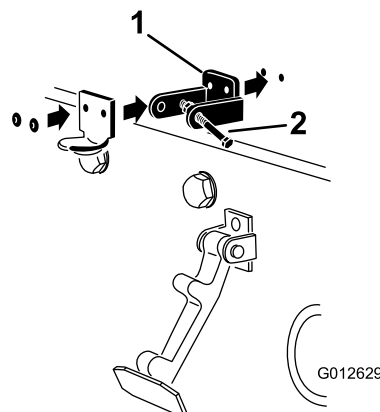

Figura 35
6. Remache el seguro de cierre, el cerradero y las arandelas al capó (Figura 35).